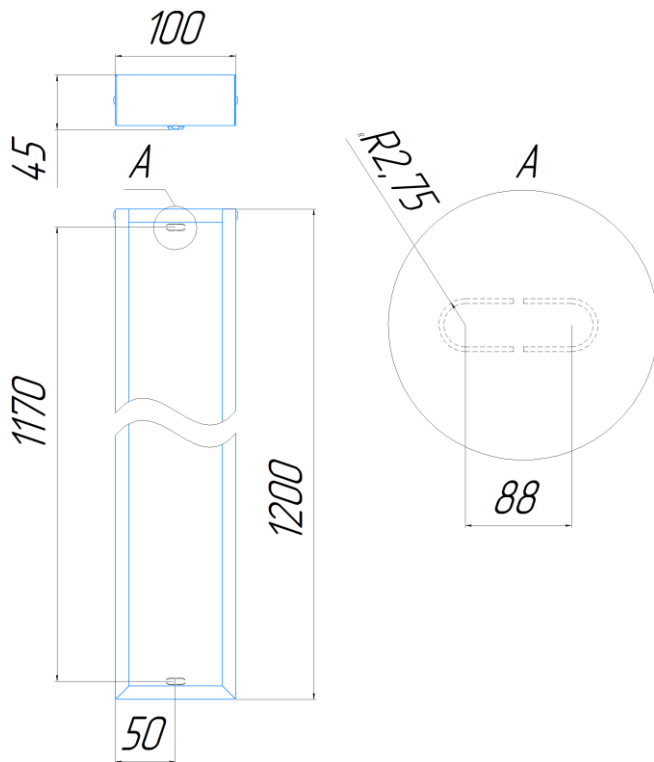

Рисунок 1. Габаритный чертеж и расположение установочных отверстий Ecomex Office ED 1200x100
5.1.2. Для установки светильника необходимо повернуть торцевую панель и аккуратно снять рассеиватель. Надежно закрепить на ровной поверхности корпус светильника при помощи комплекта креплений, габариты для монтажа см. рисунок 1.